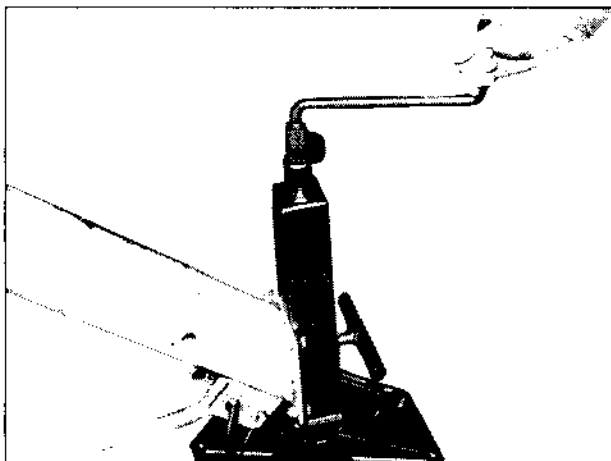

Bild 85
15. Handkurbel aufstecken und Stützheber bis zur gleichmäßigen Spannung des Spannseiles hochkurbeln (Bild 85).
5. Kurbel des Stützhebers abnehmen (Bild 85) und verstauen.